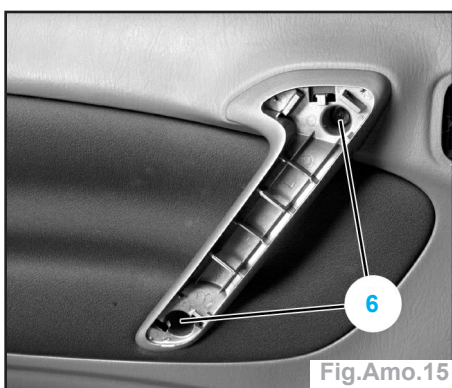

Fig.Amo.15
• déposer la garniture de poignée et déposer les vis (6) (Fig.Amo.15),